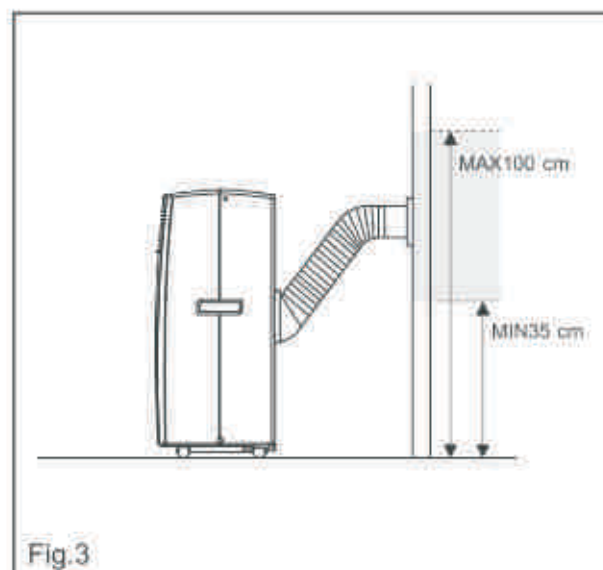

Fig.3
- Ligue a outra extremidade do tubo flexível de descarga na anilha fixada anteriormente à parede como ilustrado na fig. 3.